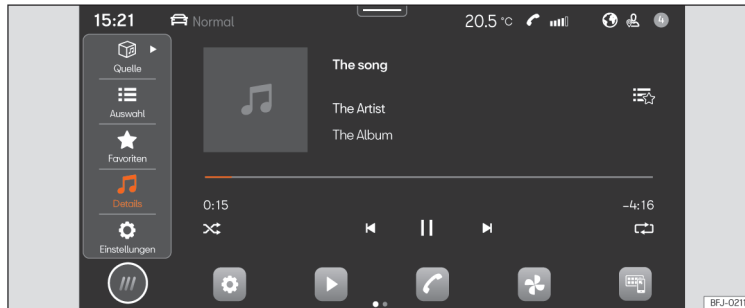

Abb. 127 Schematische Darstellung: Ansicht Medien
- Drücken Sie **HOME > ▶ >>> Abb. 127**.